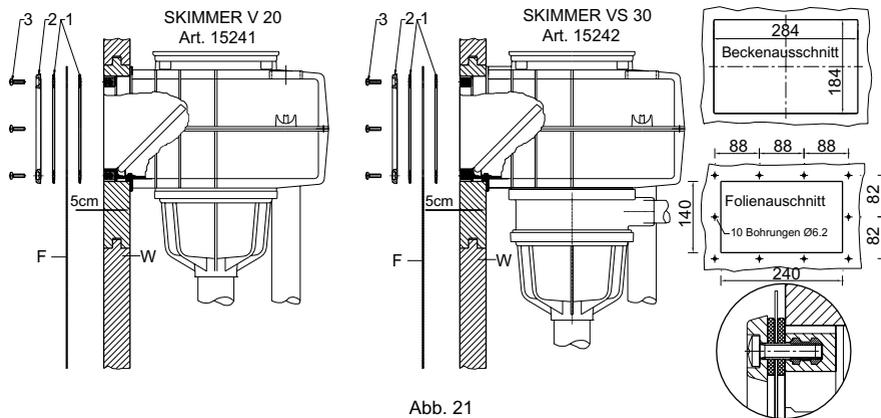

Abb. 21
3.6 Einbau der Skimmer V20 und VS30 in Holzbecken mit Folienauskleidung (Abb. 21)